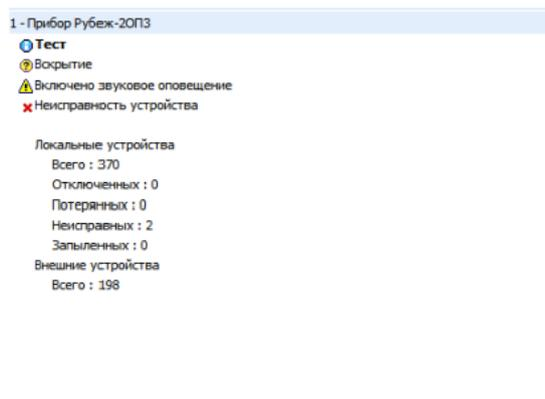

Рисунок 22.4 Окно состояний устройств
2) **Окно состояний устройств** - отображает текущее состояние устройства, выделенного в дереве устройств (Рисунок 22.4).